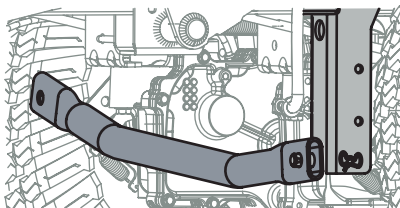

Figure 51
- Enlevez la goupille fendue sur le côté gauche de la barre qui la retient au support du châssis. Voir Figure 51.